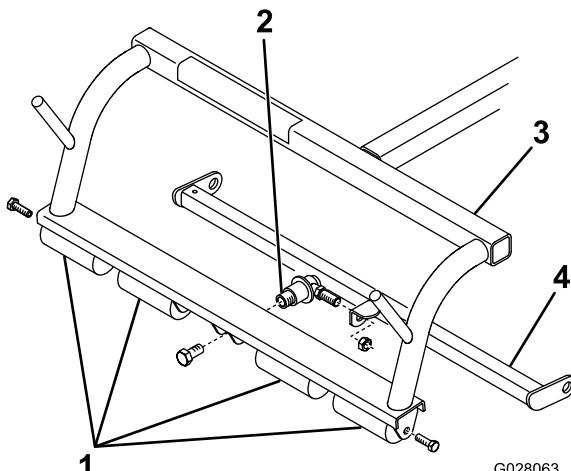

Figura 3
- Retire los tornillos que sujetan el extremo exterior del eje de cada rodillo protector del césped a cada extremo del bastidor de tiro (solamente los extremos exteriores de cada eje); consulte Figura 3.
Nota: Si los bastidores de tiro están equipados con bastidores de arrastre de un solo punto, desmonte el bastidor de arrastre y la articulación esférica correspondiente (Figura 3).